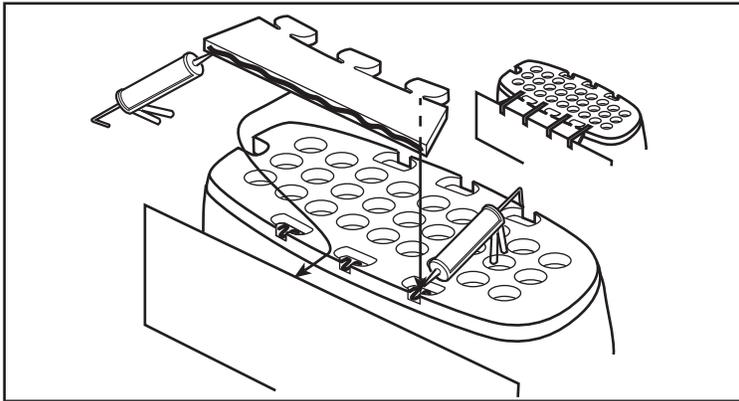

Figura 1
- 1** Bañera solamente - Coloque el soporte del frente en la parte inferior de la bañera (Figura 1). Fíjelo en su lugar con cinta adhesiva hasta que el pegamento se seque.